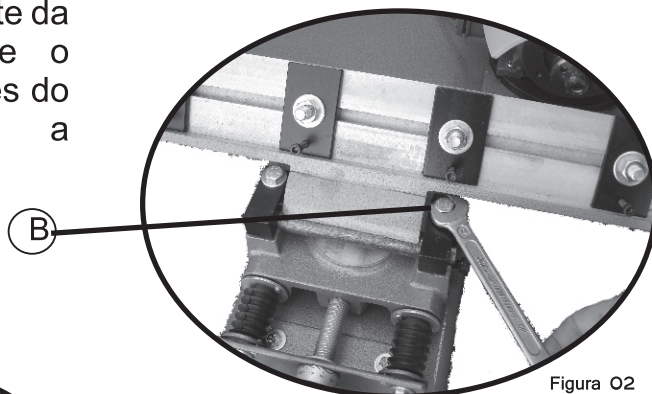
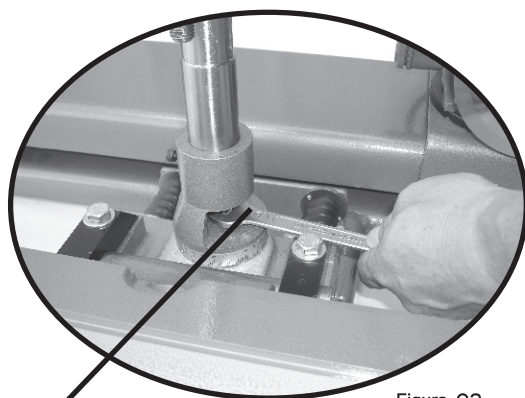

Figura 02
Figura 03
Solte os parafusos (B) (figura 02) e mova o suporte da faca para trás. Fixe o dispositivo na base através do parafuso (C). Conforme a figura 03.